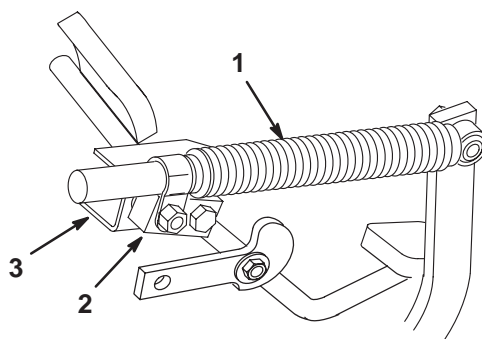

図 61
2. ダンパ・ピボットとダンパ・ブラケットをつないでいるロックナットをゆるめる (図 61)。